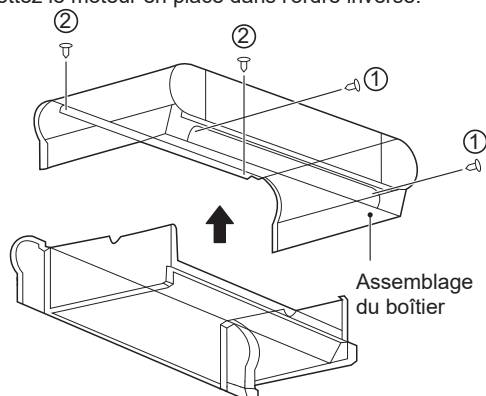

Figure 4-4 Retrait du boîtier
- Comme illustré à la Figure 4-4, retirez les vis ① *2 et ② *2, puis le boîtier.